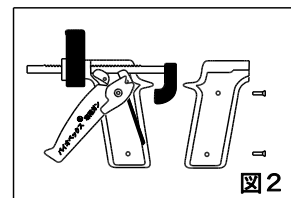

図2
- c) グリップの皿ねじ（2個）をプラスドライバーで外し、グリップの上蓋（ネジ孔のある側）を取り外す。（引き金軸のワッシャーが落ちることがあるので注意する。）（図2）